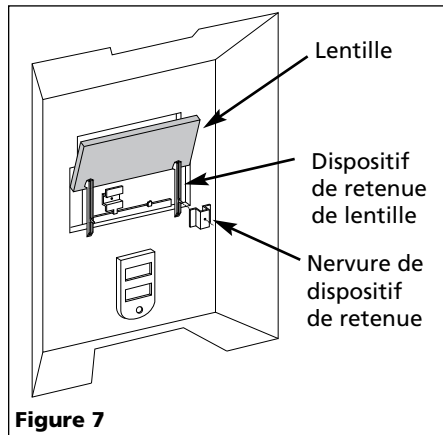

Figure 7
3. Fixer les nervures par dessus les goupilles sur le dispositif de retenue de la lentille (Voir Figure 7).